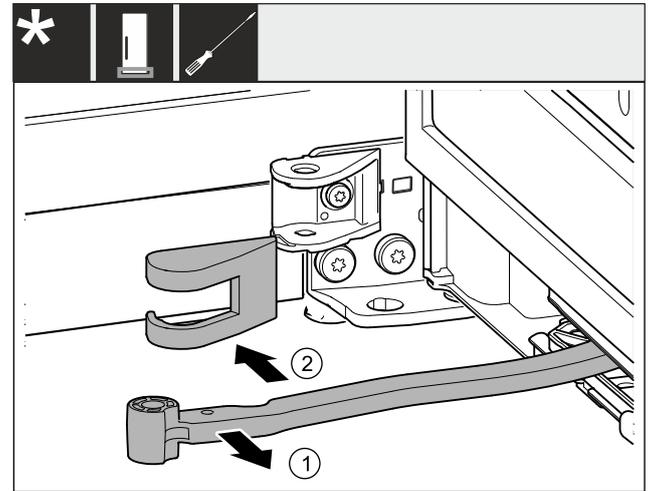

Fig. 7
- ▶ Tourner la jointure en direction de la porte. Fig. 7 (1)
- ▶ Retirer le couvercle du support de palier. Fig. 7 (2)